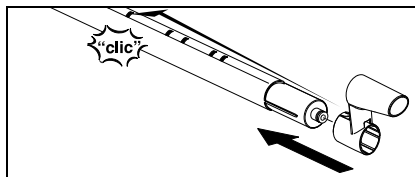

Fig. 2
- Tryk åbnetasten ind og skub låsekrogen (G3) ind til andet klik fra oven på et forlængerrør (G1). Låsekrogen skal klikke i, når åbneknappen slippes. (se fig. 2).